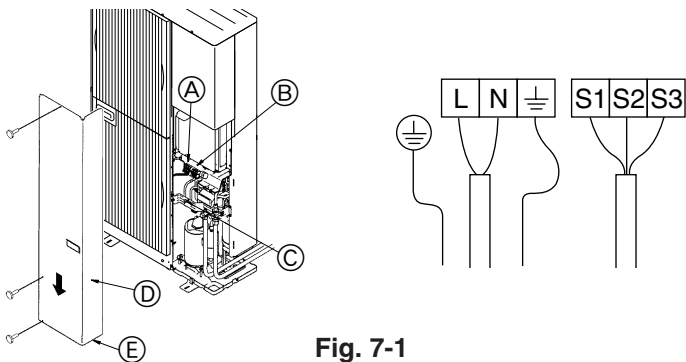

Fig. 7-1
7.1. 室外机组 (Fig. 7-1)
- ① 卸下检修面板。
- ② 参考图7-1连接电线。